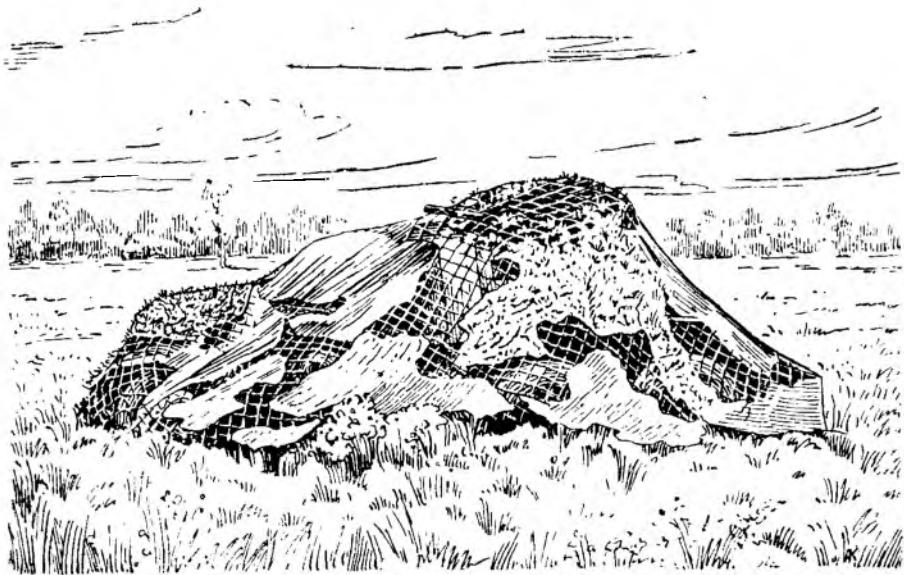

Рис. 123. Маскировочное покрытие.
- в) маскировочное покрытие (рис. 123);